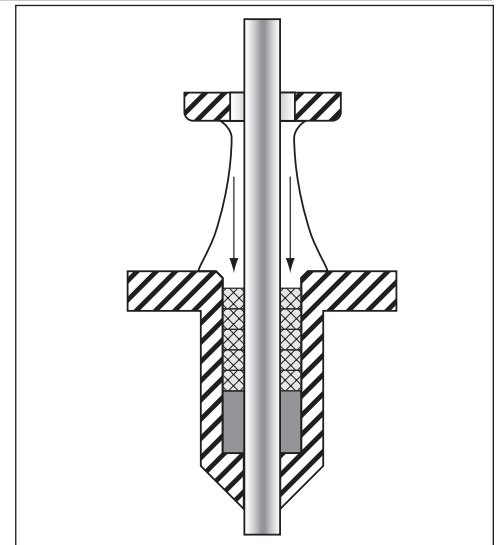

Abb. 3: Einbau von Hülse und Packungsringen
21. Den nächsten Packungsring in die Stopfbuchse schieben und mit einem Stampfer fest stampfen, damit dieser eng auf dem letzten Ring aufliegt. Die Ringstöße müssen um 90° versetzt sein. Diesen Schritt für alle erforderlichen Packungsringe wiederholen (Abb. 3). **HINWEIS: Der Packungssatz muss eventuell zusammengedrückt werden, damit der letzte Packungsring eingebaut werden kann. Darauf achten, dass der oberste Packungsring unter der Stopfbuchsen-Anfasung sitzt, bevor Kompressionskraft ausgeübt wird.**